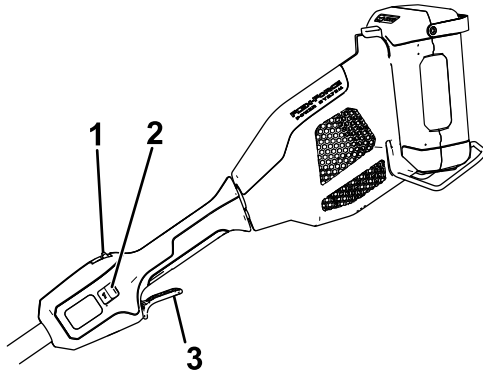

Figura 10
4. Para arrancar la desbrozadora, apriete el gatillo de bloqueo y luego apriete el gatillo de accionamiento (Figura 10).